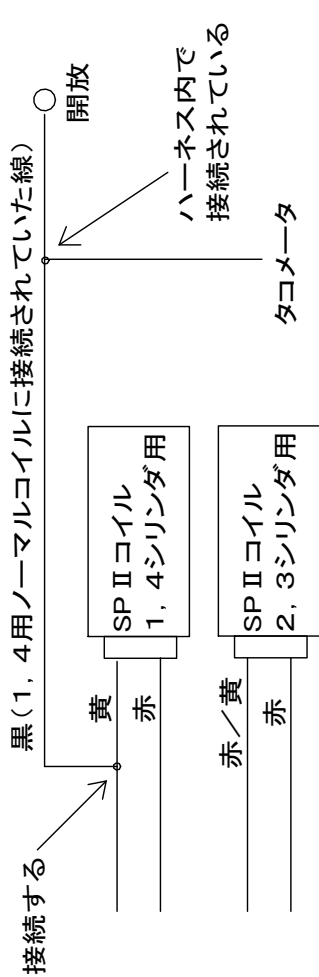

図8、電気タコメータ(ノーマル)入力線の処理
- ⑧ノーマル車が電気式タコメータの場合、タコメータへの入力線を SPⅡコイルの黄線に接続して下さい(図8)。